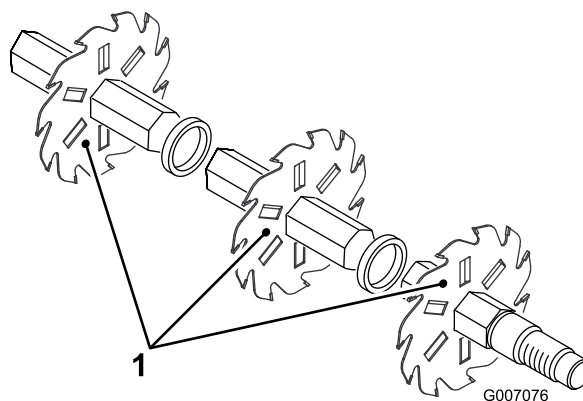

Figure 15
4. Montez la lame suivante dans le sens antihoraire de sorte que le trou de référence soit décalé d'un méplat de l'arbre par rapport au trou de la première lame (Figure 15). Poursuivez le montage des entretoises et des lames jusqu'à ce toutes les lames soient en place. Lorsque le montage est correct, les lames sont centrées sur l'arbre et décalées de sorte à offrir un aspect hélicoïdal.